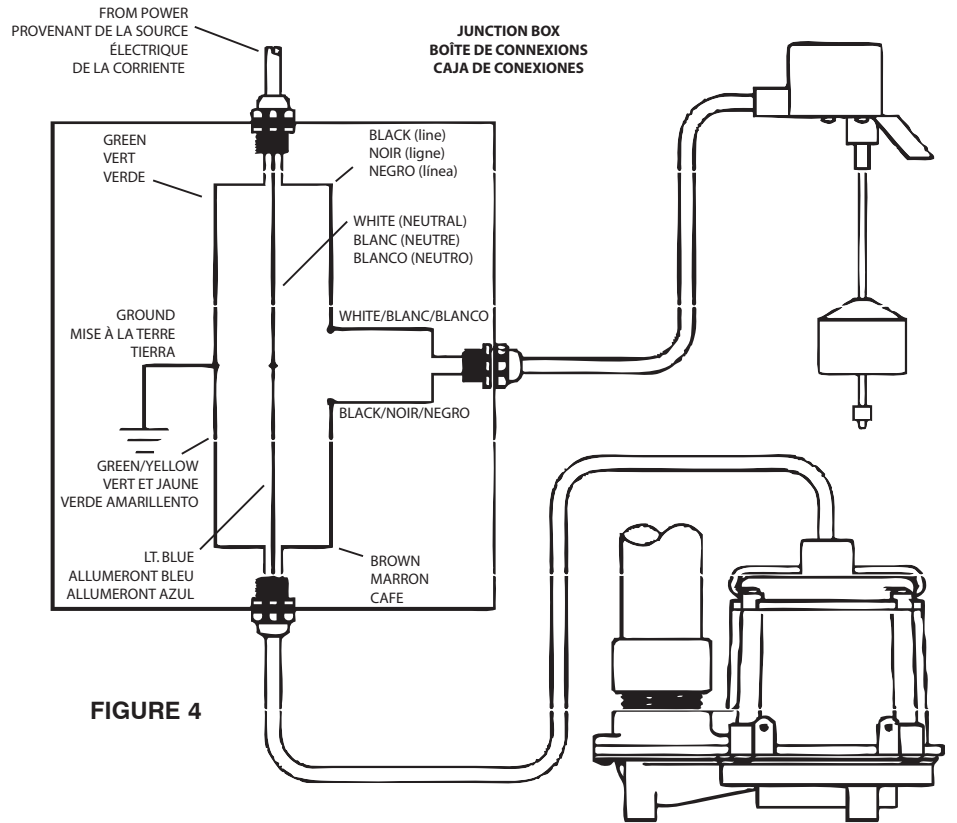

FIGURE 4
- Direct-wire pump switch installation as shown in Figure 4.
- Raccorder directement l'interrupteur tel qu'illustré à la Figure 4.